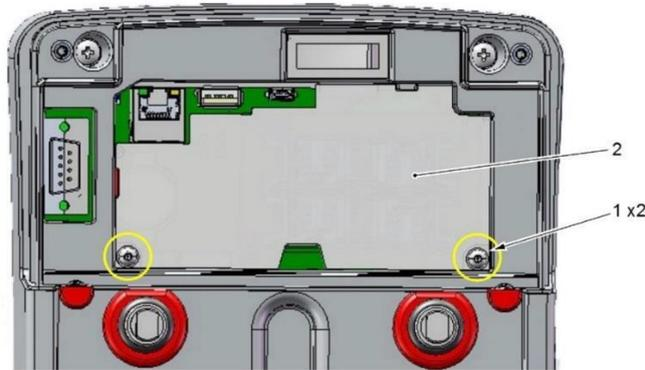

Figura 6 – Retirada de la tapa interior de mantenimiento
- ii. Con la ayuda de un destornillador retirar y mantener los dos tornillos, las dos arandelas grover y las dos arandelas planas (ver la Figura 6, 1) que sujetan la tapa interior de mantenimiento (ver la
Figura 6, 2) de la validadora.
- v. Con la ayuda de un destornillador instalar los dos tornillos, las dos arandelas grower y las dos arandelas planas (ver la Figura 6, 1) que sujetan la tapa interior de mantenimiento (ver la Figura 6, 2) de la validadora.